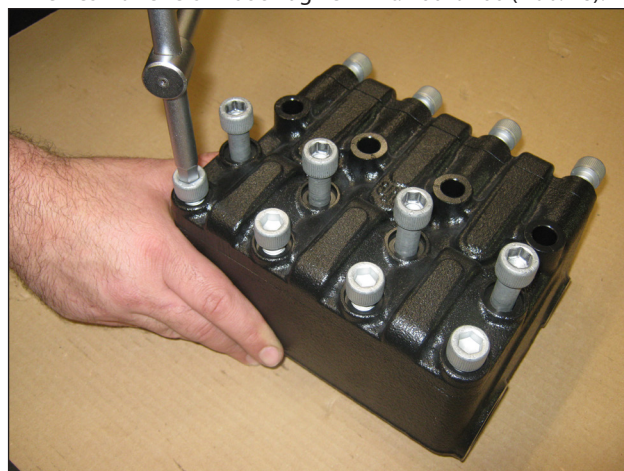
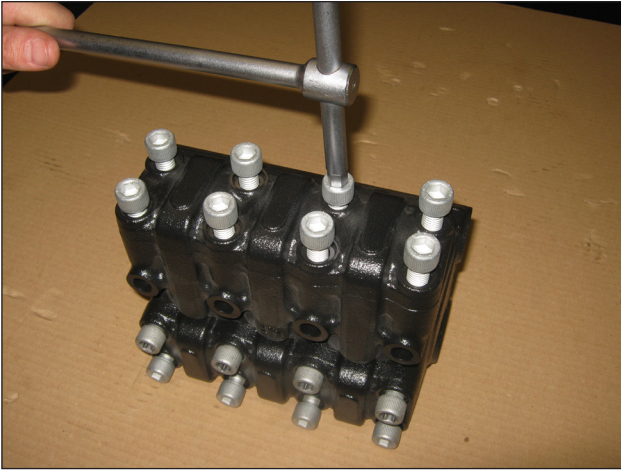

Abb. 16
Abb. 17
- Lösen Sie die 4 Befestigungsschrauben M12x130 (M12x190 bei SW64) und 4 Befestigungsschrauben M12x45 des Saugventildeckels und die 8 Befestigungsschrauben M12x35 des Druckventildeckels (Abb. 16 und Abb. 17);